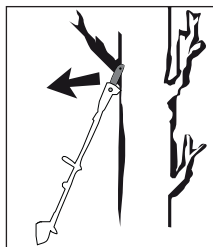

Fig. 2
- Puede producirse un retroceso si la punta de la espada 16 entra en contacto con un objeto o si la madera se arquea y la cadena de la sierra 17 queda atrapada en la sección de corte (consulte la fig. 2).